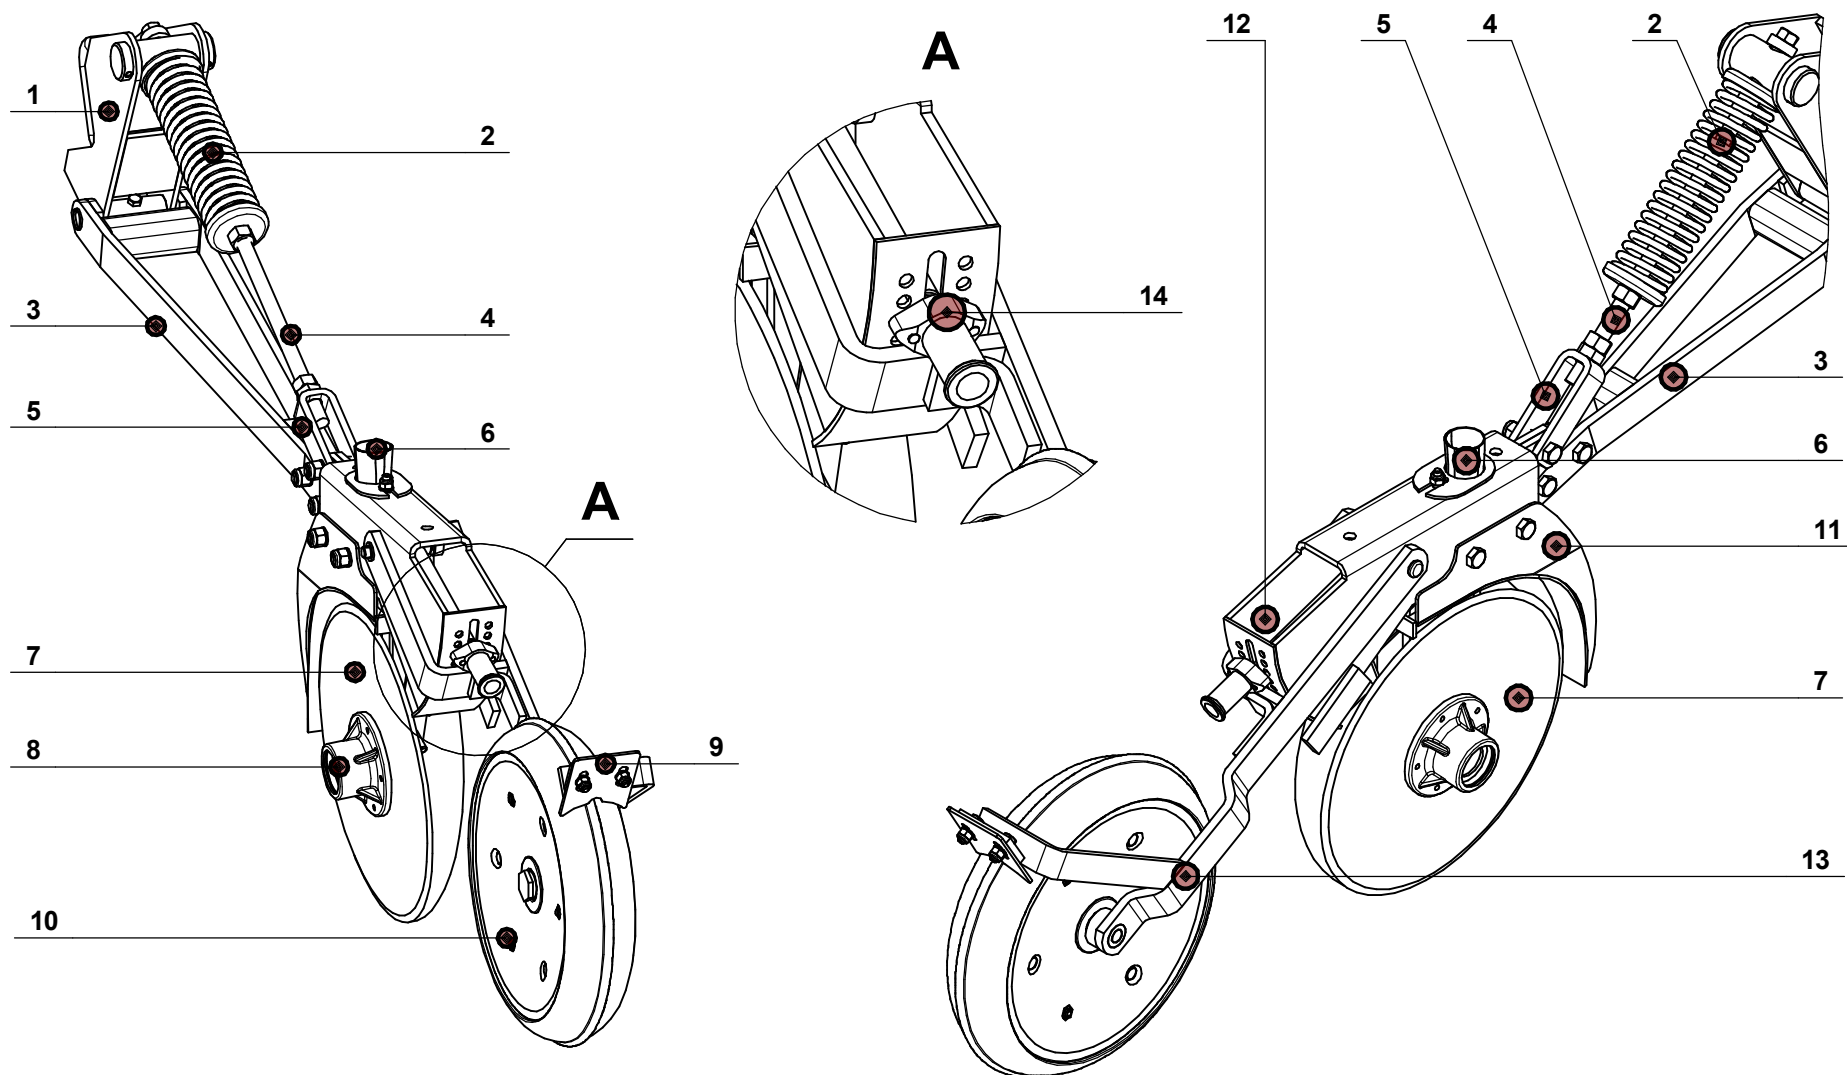

Рис.1.8 - Общий вид рабочего органа посевного комплекса FEATAGRO серии «SD-12600» дисковый сошник
11. Установите на балки дисковых сошников рабочие органы рис.1.8 (короткий и длинный) рис.1.6 для междурядья 150мм.